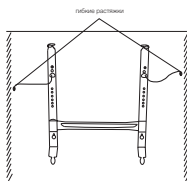
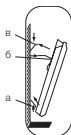

Рис. 5
Рис. 6
- поместить кронштейн на стену и закрепить его (рис. 5);
- закрепить прибор на кронштейне необходимо следующим образом (рис. 6):
- надеть на кронштейн нижнюю часть конвектора при помощи специальных отверстий, расположенных в нижней части конвектора (рис. 6, а);
- придерживая конвектор рукой, закрепите гибкие растяжки (рис. 5) расположенные на кронштейне, в специальных прямоугольных отверстиях на конвекторе (рис. 6, б);
- надеть верхнюю часть конвектора на кронштейн, зафиксировав его при помощи защелок на кронштейне (рис. 6, в);